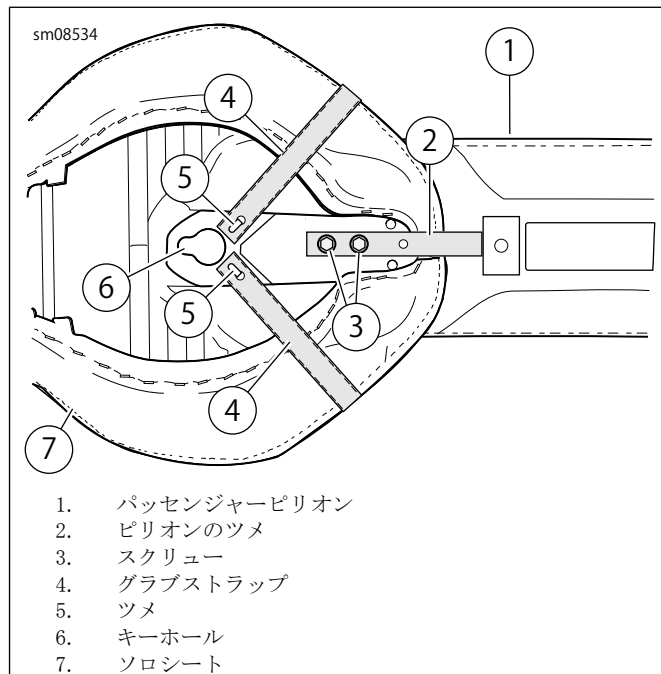

図4。ピリオンとグラブストラップの取り付け
6. 「図4」を参照してください。ピリオンの金属ブラケットをソロシート上でスライドさせ、パッセンジャーピリオンをソロシートに取り付けます。52400125の場合:標準装備のフランジスクリュー(C)でピリオンの金属タブをソロシートに取り付けます。52400127の場合:キットの新しいスクリュー(3)でピリオンの金属タブをソロシートに取り付けます。次のトルク値で締め付けます: 4.5-6.8 N・m (40-60 in-lbs)。